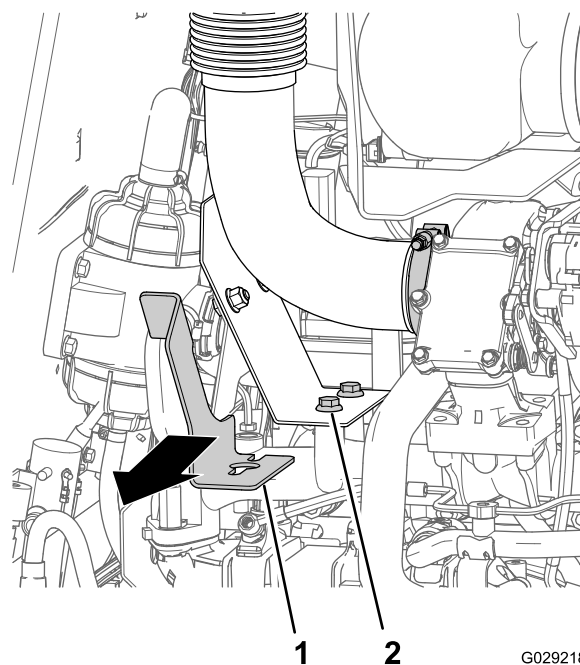

Figura 19
5. Solte os 2 parafusos flangeados que fixam o gabarito de alinhamento do tubo ao protetor do escapamento e remova o gabarito de alinhamento (Figura 19).